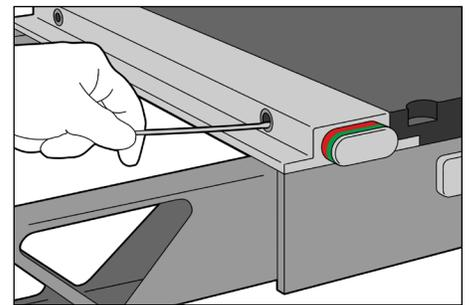

Fig. 3
3. Utilice un bastoncillo de algodón seco para limpiar el interior de los orificios receptores. (Fig. 3)
5. Utilice bastoncillos de algodón secos para limpiar las pelusas sueltas y los residuos. (Fig. 3)